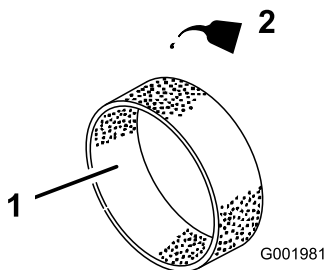

Figura 35
- Applicare da 30 a 59 ml d'olio sull'elemento (Figura 35).